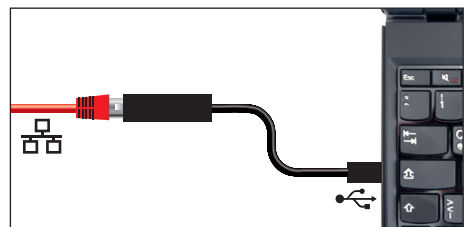

Abb. 7 Konverter Ethernet–USB
- ▶ Konverter Ethernet–USB (Abb. 7). Damit ist es möglich, den Ethernetanschluss des Geräts (siehe Seite 13) mit dem USB-Anschluss eines PCs/Laptops zu verbinden.